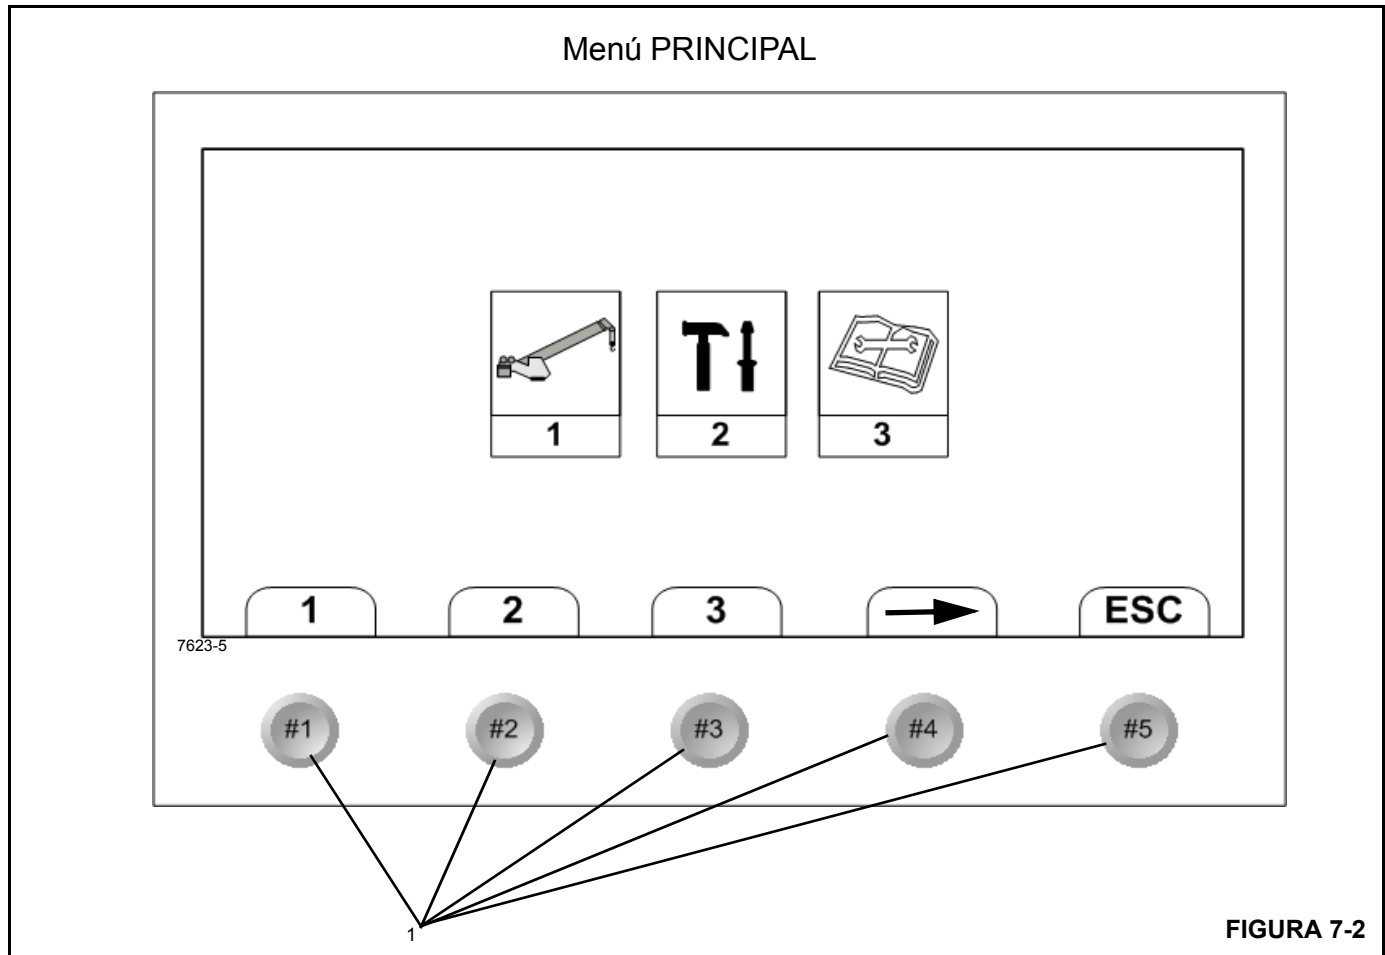

FIGURA 7-2
La pantalla del menú PRINCIPAL (Figura 7-2) se divide en las siguientes tres secciones principales que se utilizan para configurar, accionar y calibrar el sistema limitador de capacidad nominal (RCL) y para localizar las averías del mismo.
- **Configuración del RCL** - Seleccione la tecla de función N° 1 (Figura 7-2) para configurar el sistema RCL. Esta pantalla incluye la configuración y el establecimiento de los límites operacionales de la pluma, estabilizador, malacate y enhebrado. La pantalla de configuración del RCL también incluye la pantalla de modo de funcionamiento del LMI (vea la página 7-3).
- **Herramientas** - Seleccione la tecla de función N° 2 (Figura 7-2) para acceder a la pantalla de herramientas (vea la página 7-9). Esta pantalla incluye:
- **Diagnóstico** - Seleccione la tecla de función N° 3 (Figura 7-2) para acceder al menú de diagnóstico del RCL; vea la página 7-10. Este menú incluye:
La pantalla de menú principal tiene cinco *teclas de función* (1, Figura 7-2) que se utilizan para seleccionar las funciones que se muestran en la pantalla sobre cada tecla.
**NOTA:** Al encender el RCL, aparecerá la pantalla con el logotipo de National Crane durante aproximadamente 5 segundos, luego aparece la pantalla N° 1 (página 7-4); para volver a la pantalla del menú principal (Figura 7-2) seleccione ESC.